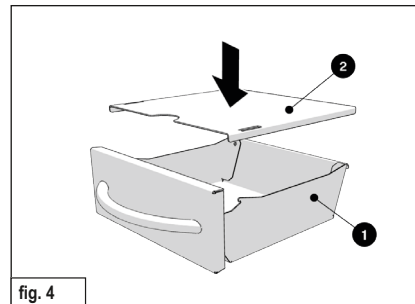

fig. 4
- ▶ Placez le couvercle (2) sur le bac à cendres (1) (fig. 4).